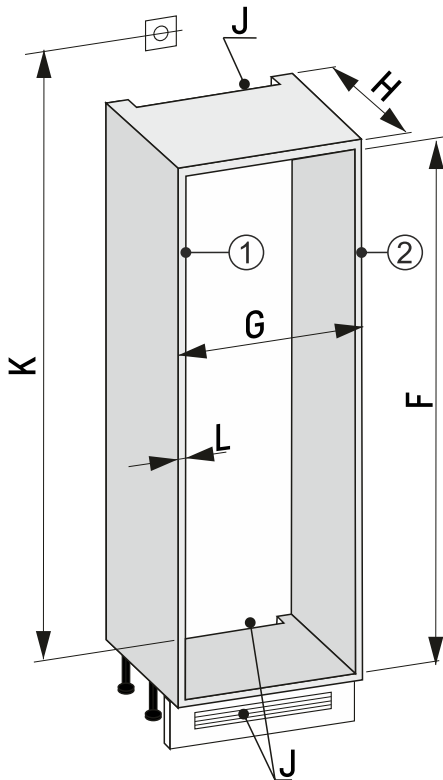

Fig. 88 30"-Nische
- Möbelwandstärke Fig. 88 (L) ausmessen.